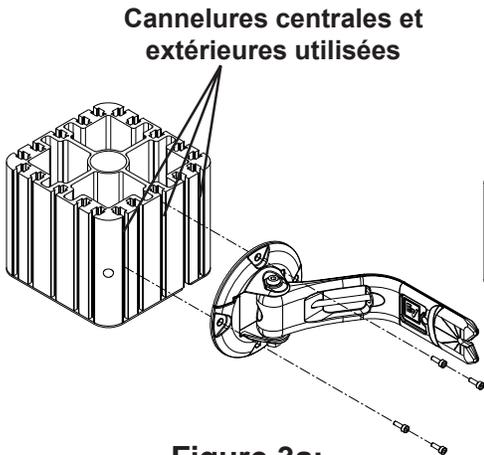
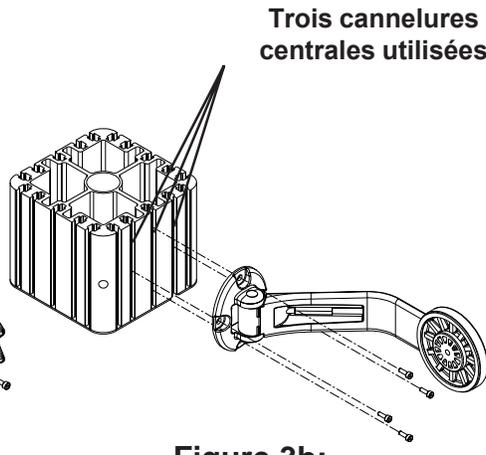
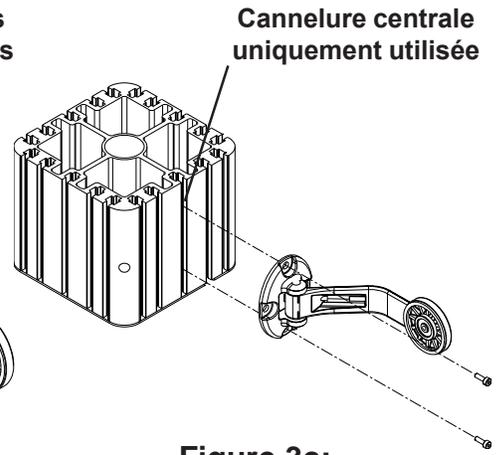

Figure 3a:
Figure 3b:
Figure 3c:
1. Il y a cinq cannelures de chaque côté du support de cluster qui correspondent aux différents modèles de SAM. Les ZX1i utilisent la cannelure centrale et les deux cannelures extérieures (Figure 3a), les EVID 4.2 and 6.2 utilisent les trois cannelures du milieu (Figure 3b), tandis que l'EVID 3.2 utilise uniquement la cannelure centrale (Figure 3c).